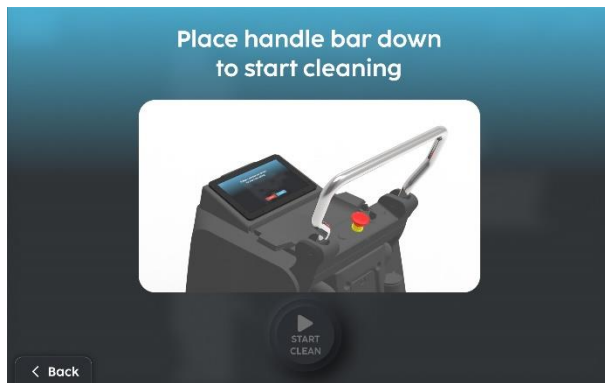

Fig. 7
4. Vérifiez que la poignée est abaissée, sinon abaissez-la (Fig 7).